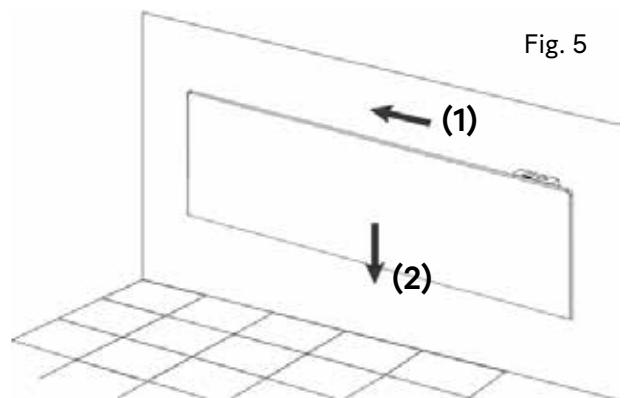

Fig. 5
- För att fästa enheten: för radiatorn åt vänster (1) och neråt (2), så att skruvarna hamnar i toppläget. (Fig. 5)